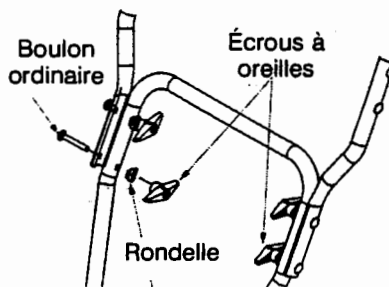

FIGURE 3
- Attachez les guidons supérieur et inférieur avec les deux écrous à oreilles en plastique, les rondelles creuses et les boulons ordinaires enlevés précédemment. Voir la Figure 3.